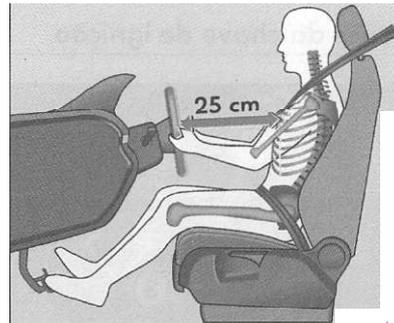

Fig. 88 Posição correta do condutor: a distância do condutor em relação ao volante terá de ser de pelo menos 25 cm
- Ajuste o volante até ser atingida a posição desejada => fig. 88.
- Ajuste o banco do condutor ou o volante, de modo que a distância entre o volante e o tórax seja de pelo menos 25 cm => fig. 88. Se a distância mínima não for respeitada, o sistema de airbag não pode exercer a sua função de proteção - perigo de morte!